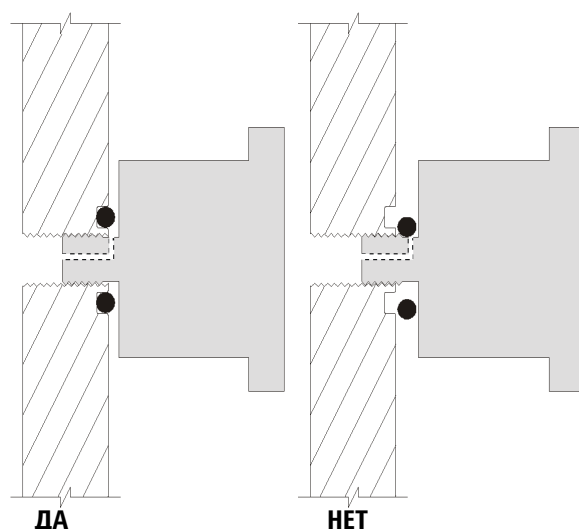

Рис. 16 Ручка клапана напуска МС
- 7 Поверните ручку клапана напуска (Рис. 16) против часовой стрелки *только* на 3/4 оборота или пока не услышите шипящий звук воздуха, поступающего в камеру анализатора.